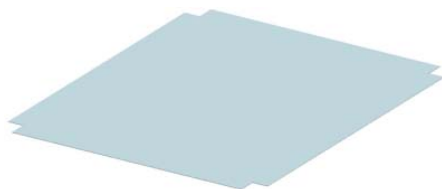

图 11-57 创建伸直特征
(4) 在“伸直”对话框中, 单击  按钮, 创建伸直特征, 如图 11-57 所示。